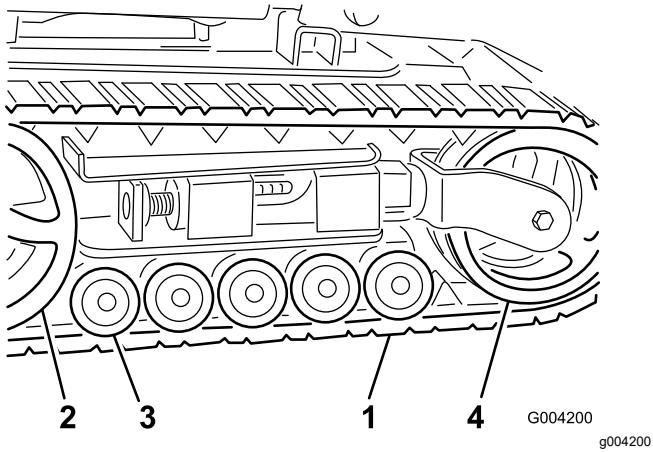

Figure 43
**Important:** Nettoyez soigneusement les galets de roulement, la roue de tension et le pignon d'entraînement (Figure 43). Les galets de roulement doivent tourner librement lorsqu'ils sont propres.